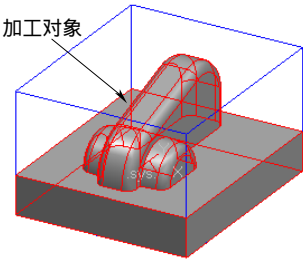

图 8-170 拾取的加工对象
9) 完成加工参数设置后，单击“确定”按钮，系统在界面的左下方提示“拾取加工对象”，按 W 键拾取所有图元，单击鼠标右键结束拾取。系统继续提示“拾取加工对象”，单击鼠标右键结束拾取，如图 8-170 所示。